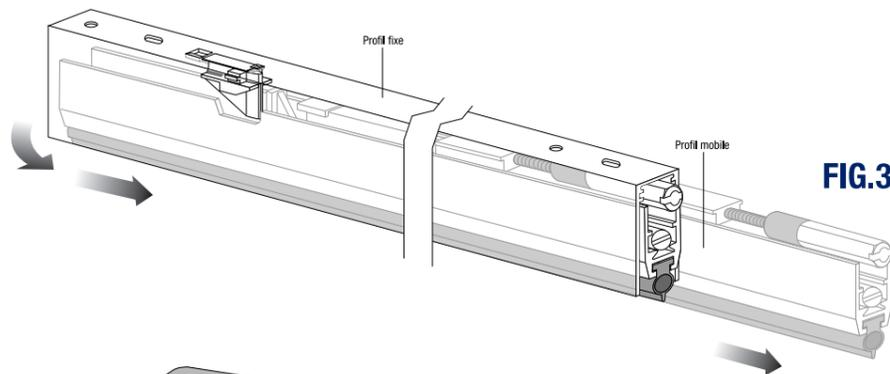

FIG.3
- Décrocher le profil mobile en le baissant du côté opposé au bouton poussoir (figure3).